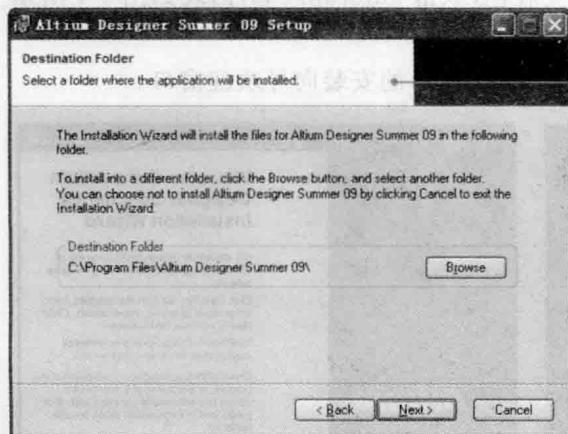

图 1-5 Destination Folder 窗口
(5) 在 User Information 窗口中，“Full Name”编辑框内输入用户名，在“Organization”编辑框内输入单位名称，在使用权限选项中选择使用权限的范围。其中，“Anyone who uses this computer”单选项表示这台计算机上的所有用户都能使用 Altium Designer Summer 09，“Only for me”单选项则表示只有在当前安装 Altium Designer Summer 09 的用户账号下才能使用该软件。一般建议选择“Anyone who uses this computer”。单击“Next”按钮，显示如图 1-5 所示的 Destination Folder 窗口。